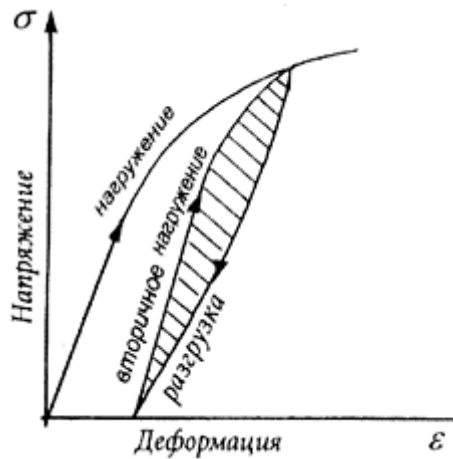

Рисунок 3. Механический гистерезис
Для резиновой ленты характерен механический гистерезис. Под механическим гистерезисом понимают отставание деформации по фазе от напряжения при циклических деформациях, обусловленное неидеальной упругостью резиновой ленты. Вследствие этого одинаковым напряжениям соответствуют разные величины деформации, а одинаковым деформациям – разные напряжения. Механический гистерезис наблюдается как в твердых телах, так и в высокоэластичных полимерах. Кривая зависимости деформации от напряжения при циклических деформациях представляет собой замкнутую гистерезисную петлю (рисунок 3). Площадь, ограниченная петлей, является мерой работы, затраченной на преодоление сил внутреннего трения, т.е. мерой количества тепла, выделяемого за один цикл. Механический гистерезис обуславливает наличие механических потерь. Для идеально упругого тела обе ветви гистерезисной петли сливаются в одну, гистерезис отсутствует.
2.2. Для получения кривой нагружения-разгружения резиновой ленты необходимо проделать пункты 1.2 – 1.4 из упражнения 1. На этапе нагружения (рисунок 3) постепенно увеличивайте массу грузов до 100 г с шагом по 10 г, результаты измерения занесите в таблицу 3, а на этапе разгружения уменьшайте массу в обратном направлении.